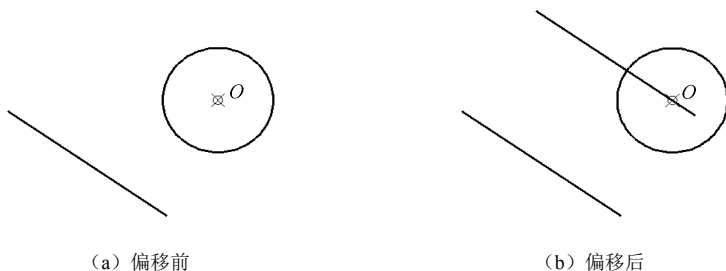

图 2-51 “指定通过点”偏移对象
(2) 指定通过点偏移对象。如果不知道具体的偏移距离,但知道偏移对象通过的点,可以采用“指定通过点”方式来偏移对象。调用“偏移”命令后,选择“通过(T)”选项,再选择要偏移的对象,拾取一点确定偏移对象的位置,即可完成偏移操作,如图2-51所示。
**例 2-4** 将图2-51(a)所示的直线偏移复制如图2-51(b)所示的直线。